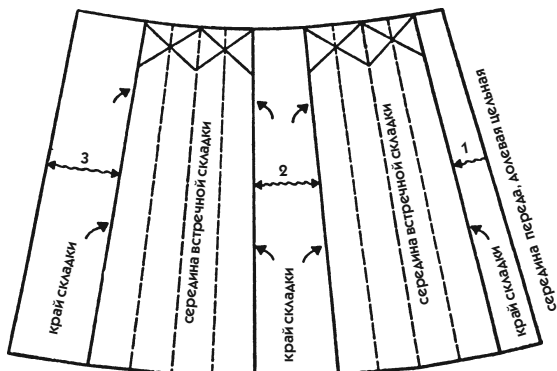

Рис. 193
- Надпишите ее номер, обозначьте направление середины и долевой нити, а также край складки (рис. 193).
- Отметьте большими крестиками глубину складок и надпишите «середина встречной складки», как показано на рис. 193.
7. Переведите еще раз полоску 2, которая на этот раз будет представлять истинную поверхность складки 2. Обозначьте ее номер и надпишите «край складки» на каждой линии. На рис. 193 стрелками показано, в каком направлении закладывать складки.
- На рис. 193 мелким пунктиром показаны внутренние сгибы каждой половины глубины. Воспользуйтесь ими, чтобы облегчить складывание лекала.